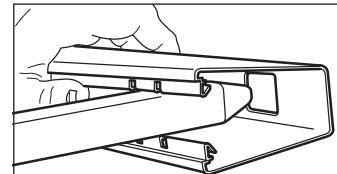

fig. 2
- Inserte la primera estaca en la estriación del pretil y prosiga a través del orificio recortado, como se muestra. **NO DESLICE PRESIONANDO PARA QUE QUEDA EN SU LUGAR** (fig. 2).